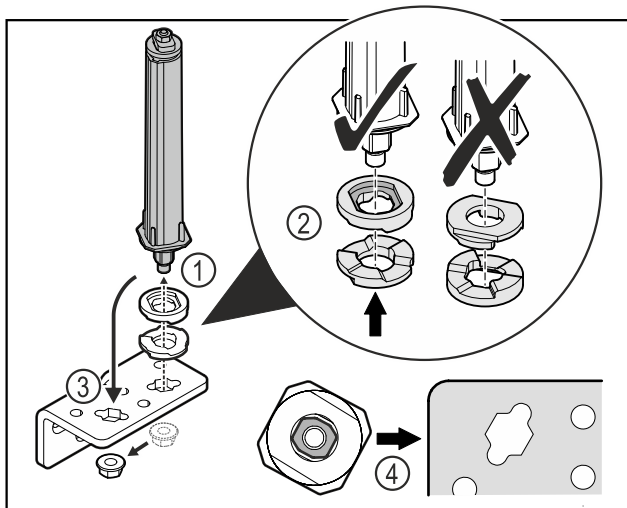

Fig. 36
- ▶ Løsn møtrikken, og fjern dørlukkesystemet Fig. 36 (1).
- ▶ Vær opmærksom på, at højdeindstillingskiverne vender korrekt Fig. 36 (2).
- ▶ Flyt lukkesystemet i hængselvinklen, og fastgør med møtrikken Fig. 36 (3).
- ▶ Vær opmærksom på, at dørlukkesystemet vender korrekt, når det sættes i Fig. 36 (4).